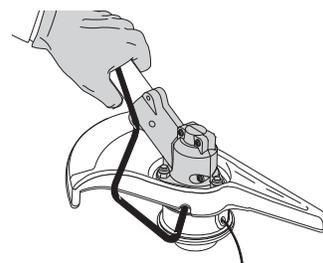

Fig. 9
2. Sostenga la varilla de cierre en su lugar junto al brazo de la unidad (Fig. 9).
- Sostenga la varilla de cierre en su lugar junto al brazo de la unidad (Fig. 9).